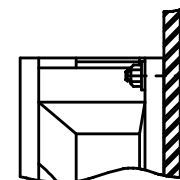

Fig.2 Flange Case
- (13) フランジタイプの取り付けは、Fig. 2のように片側フランジのみご使用ください。
(Mounting flange type, please use only one side flange as Fig. 2.)